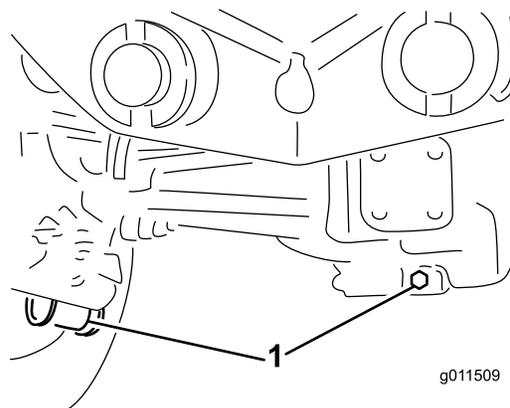

Рисунок 69
2. Очистите область вокруг трех пробок сливных отверстий, по одной на каждом конце и одной в центре (Рисунок 69).